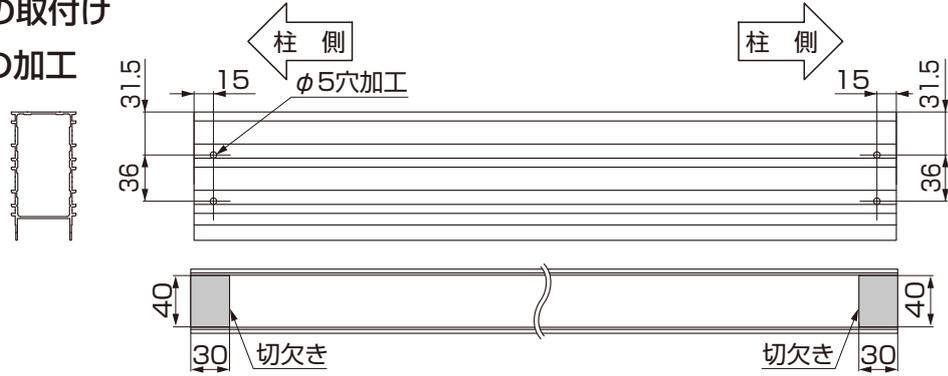
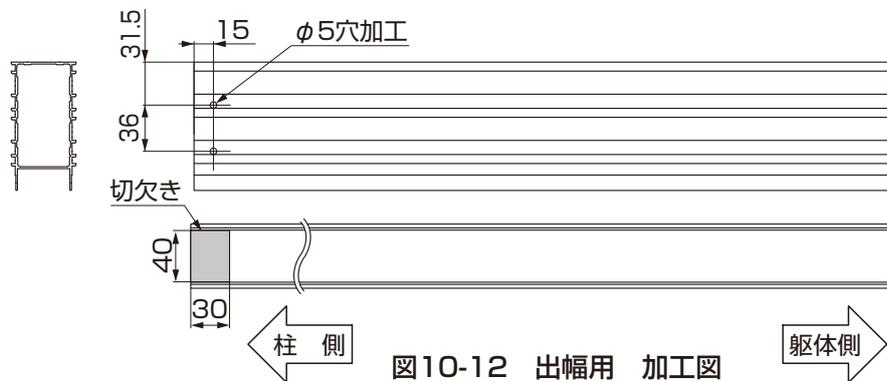

図10-11 間口用 加工図
図10-12 出幅用 加工図
①図10-11、図10-12を参照して、ベース材に加工をしてください。
(2) ベース材の取付け